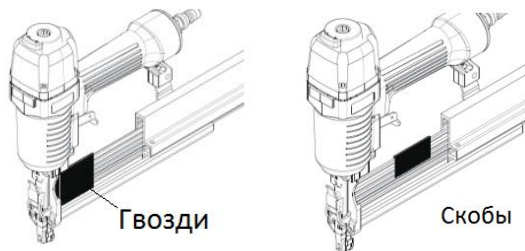

Рис.3
3. Сдвиньте скобы или гвозди до самого носика степлера как показано на Рис.3